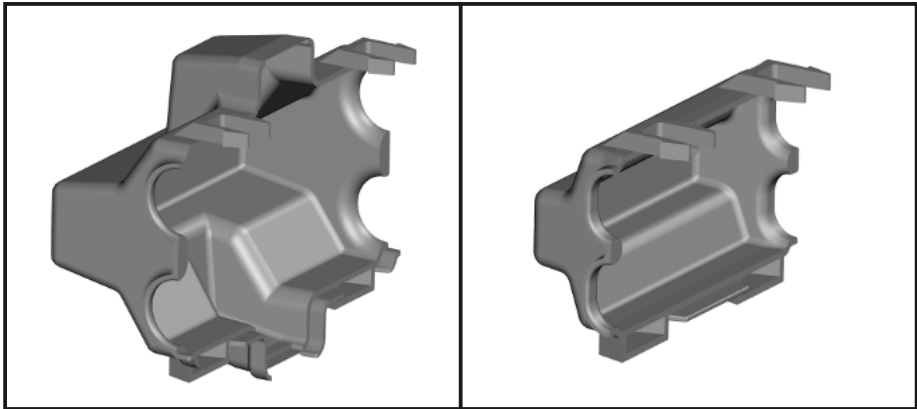

Рис. 7.
6.2.1. Футляр состоит из двух одинаковых частей, с защелкивающимся типом соединения по краям с четырех сторон. (Рис. 7).